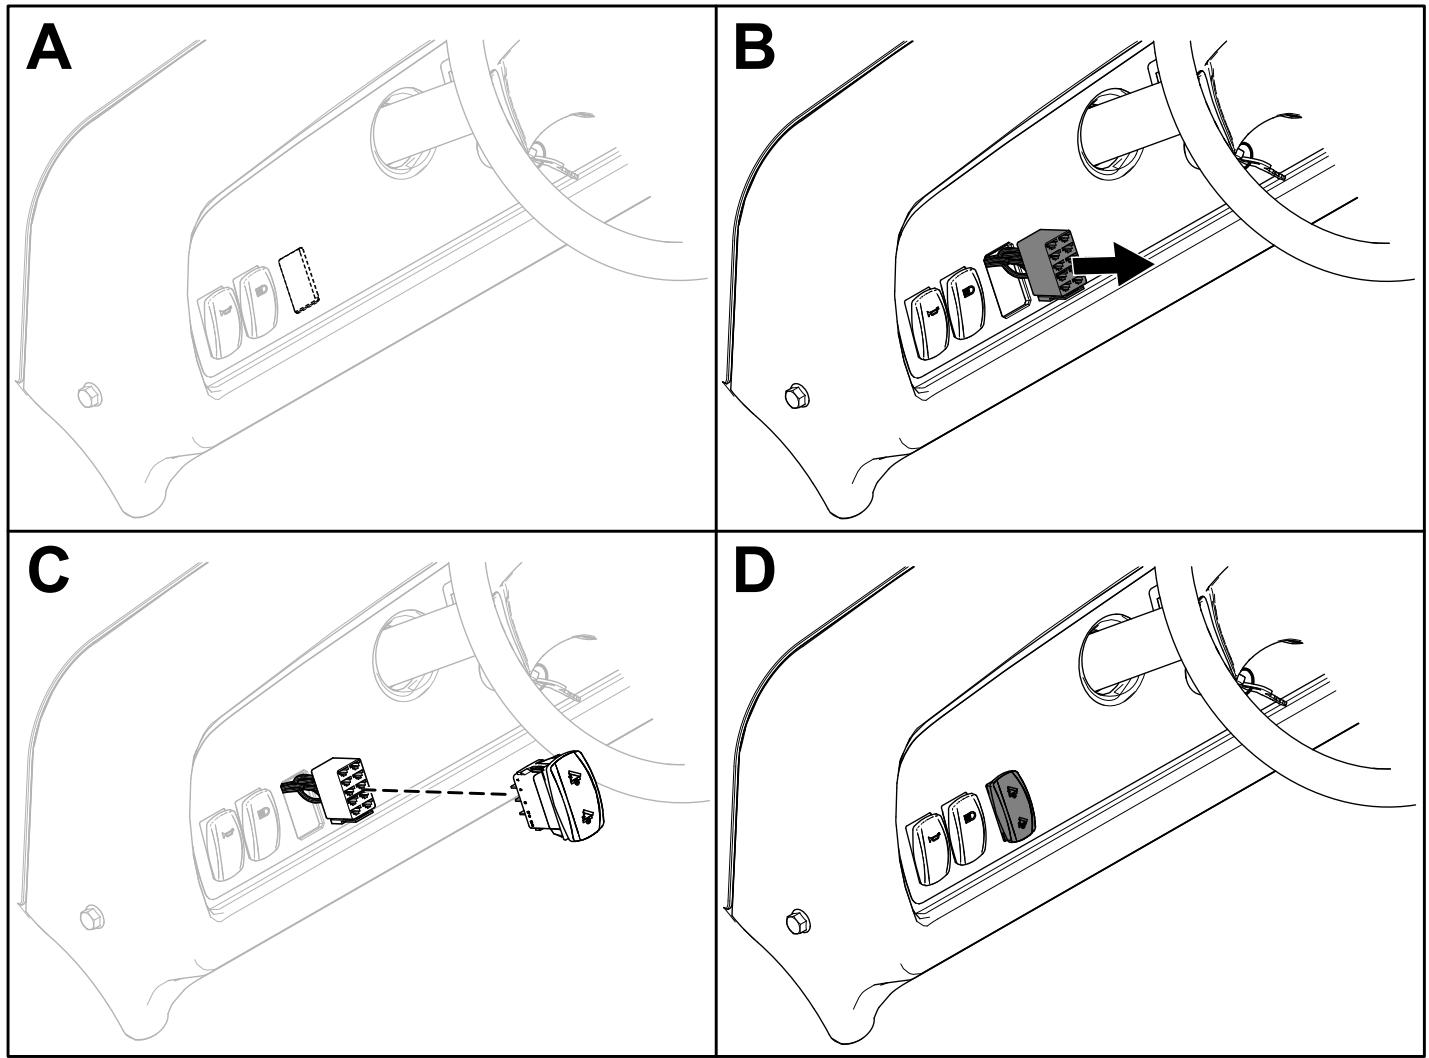

図 8
5. 荷台昇降スイッチを上昇側に押してアクチュエータを伸長させる図 8。